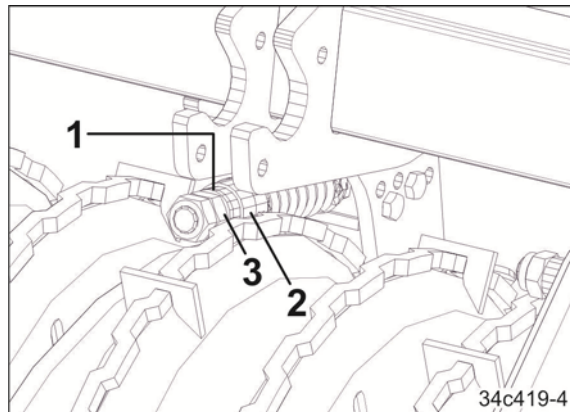

Рис. 165
2. Вставьте 1 - 2 компенсационные шайбы (Рис. 165/1) между втулкой (Рис. 165/2) и шестигранной гайкой (Рис. 165/3).